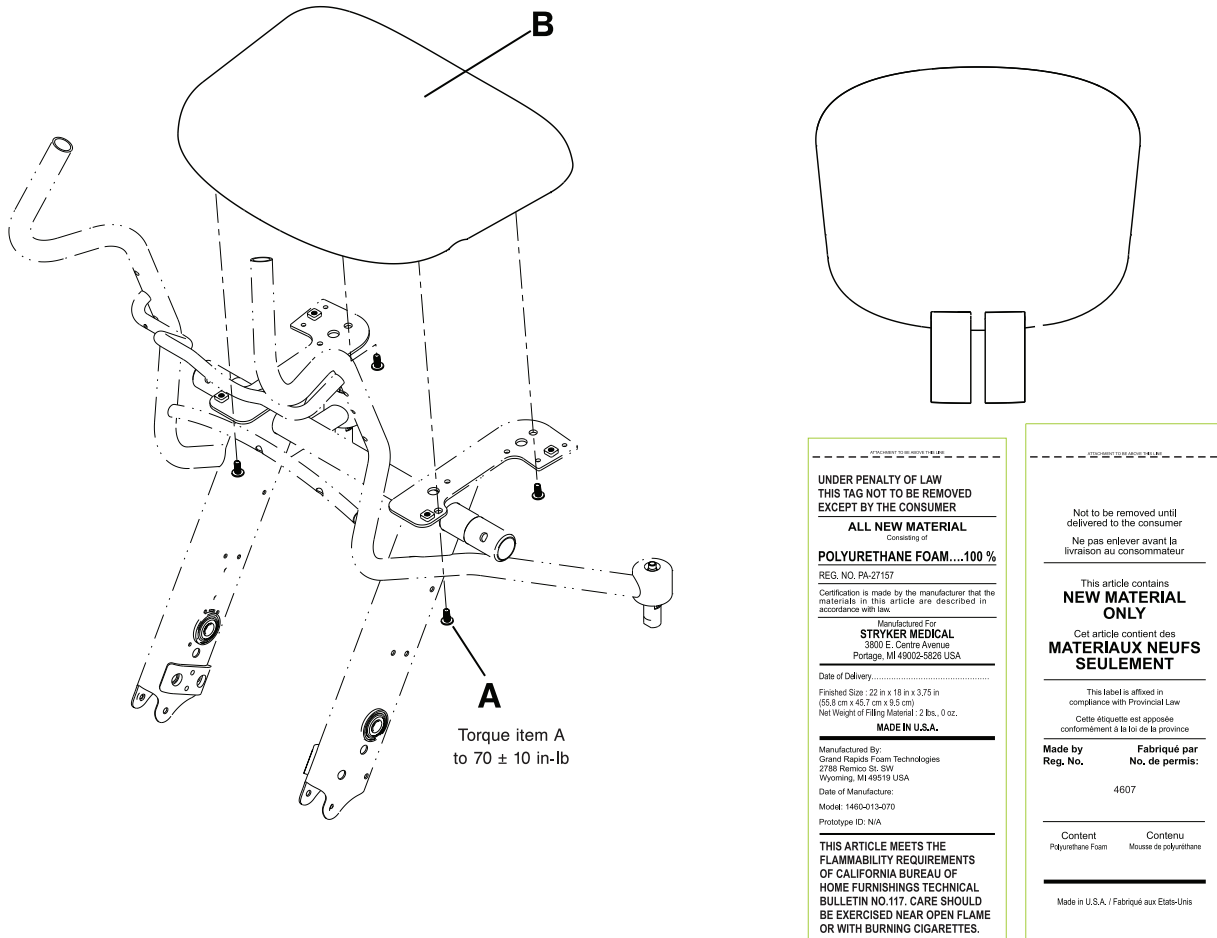

图14-23: 座椅更换
1. 将座椅(B)固定到座椅框架上的四个圆头螺钉(A)，用一个3/16"六角扳手将其取下(图14-23 第14-39页)。丢弃该座椅和螺钉。